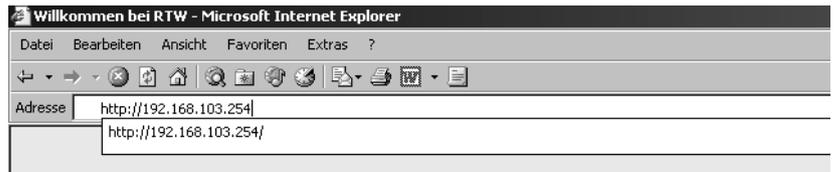

Bild 8-30: IP-Adresseingabe in das Adressfeld des Internet-Browsers
1. Starten Sie Ihren Internet-Browser und geben Sie die IP-Adresse Ihres Gerätes in der Adresszeile ein (z. B.: „http://192.168.103.254“, siehe Bild 8-30). Bestätigen Sie die Eingabe mit der „Enter“-Taste Ihrer PC-Tastatur.